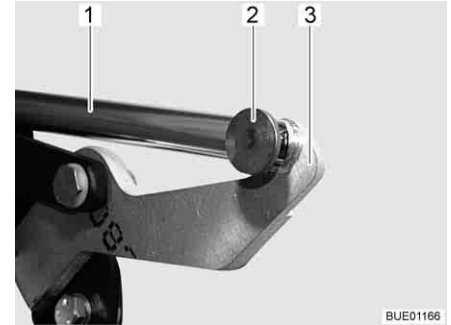

Fig. 118 Azionamento
- Rimuovere il collegamento (p. es. perno e spina a molla) (Fig. 118,2) tra la biella (Fig. 118,1) e la leva (Fig. 118,3).